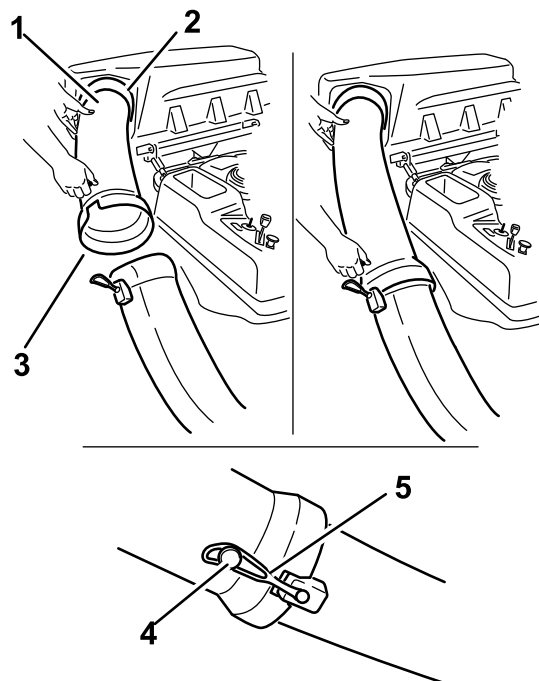

Figure 41
1. Glissez l'extrémité courbe du tube d'éjection dans l'ouverture du couvercle du système de ramassage (Figure 41).
2. Glissez l'extrémité évasée du tube d'éjection sur l'extrémité de la goulotte. Accrochez la sangle en caoutchouc de la goulotte à l'ergot situé sur le tube d'éjection pour la fixer en position (Figure 41).